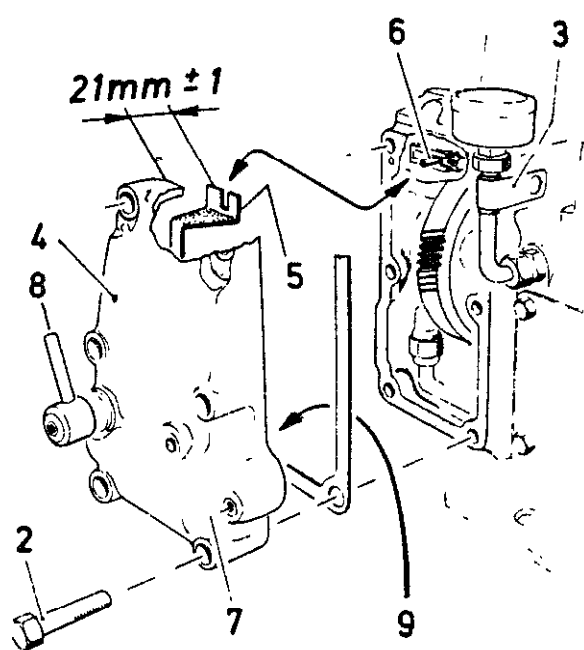

Fig. 74
Påse at pumpetannstangen (se fig. 74, pos. 6) går i inngrep i spalten i regulatorarmen (fig. 74, pos. 5). Er alt i orden, kjennes det som litt dødgang (klikk) når en vrir på reguleringshendelen (8) i stoppstilling.
4. Sett skruejernet (5) ned gjennom spalten i blikk-mellomlegget (6) og pumpekassen og bend regulatorarmen (fig. 74, pos. 5) forsiktig ut og hold den slik.